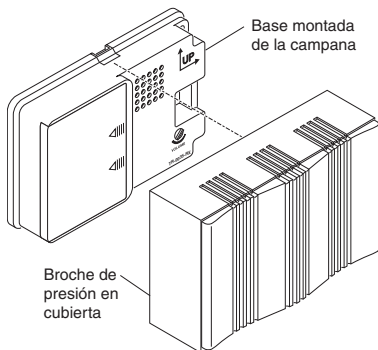

Figura 6
- **Tapa de cierre a presión:** Aplique presión a la tapa hasta que se asiente en su sitio (vea la Figura 6). Para retirar, agarre firmemente la tapa y hálela.